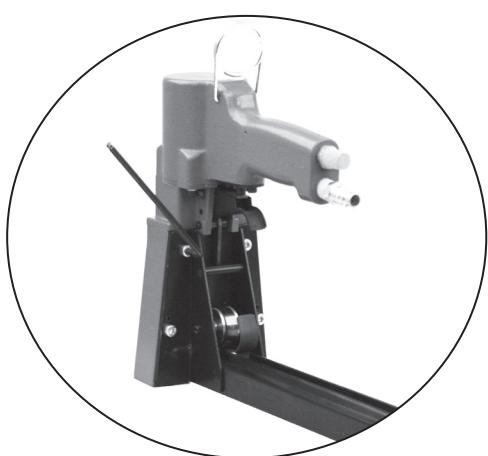

Fig. 9
1. Lossa de fyra skruvorna som håller magasinet till huset. (Fig. 9)